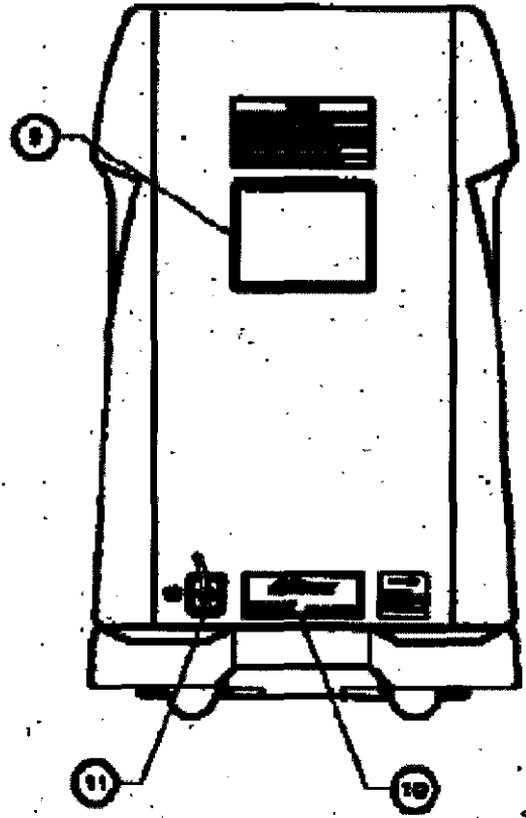

Fig. I.2
I. 2. Parte trasera (fig. I.2)